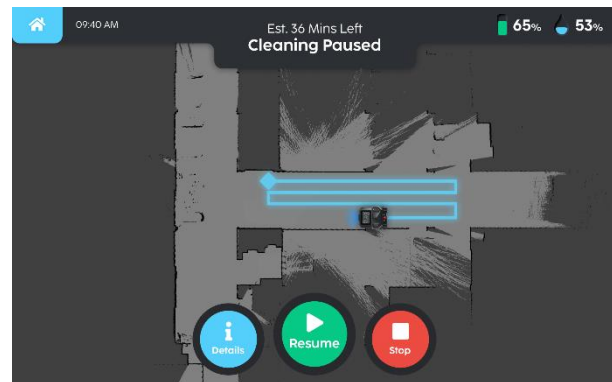

Fig. 9
8. De robot start de schoonmaakoperatie, de operator kan de schoonmaak op elk moment onderbreken of stoppen (Fig 9).